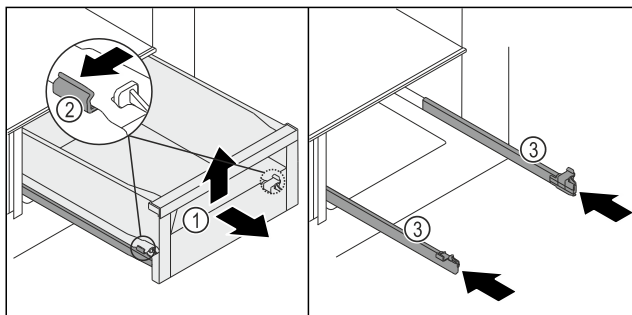

Fig. 199
- Schuifvak Fig. 199 (1) zo ver mogelijk naar buiten trekken.
- Klem Fig. 199 (2) links en rechts van de rails gelijktijdig iets naar buiten drukken.
- Schuifvak Fig. 199 (1) komt los van de rails.
- Schuifvak Fig. 199 (1) aan de voorkant optillen.
- Schuifvak Fig. 199 (1) naar voren wegnemen.
- Rails Fig. 199 (3) naar binnen schuiven.